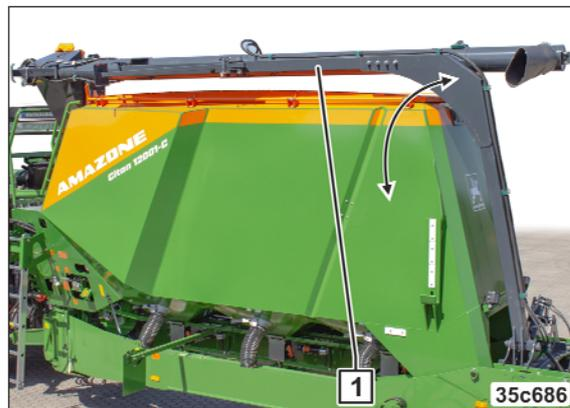

Рис. 214
1. Откройте загрузочный шнек (Рис. 214/1) в рабочее положение.